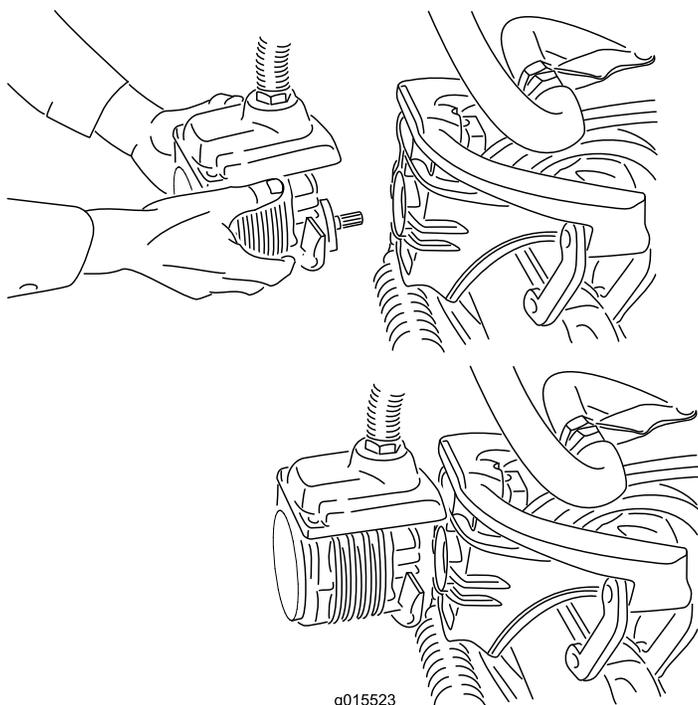

Рисунок 40
- Переместите электродвигатель на место хранения на передней стороне рычага подвески (Рисунок 40).